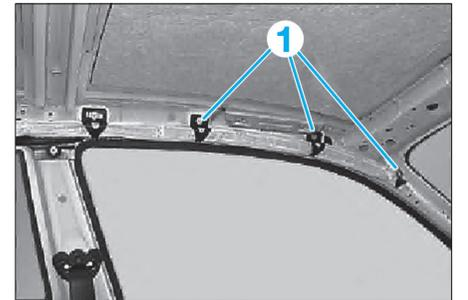

Fig. 22
- les vis (1) de fixation de l'airbag rideau (Fig.22),